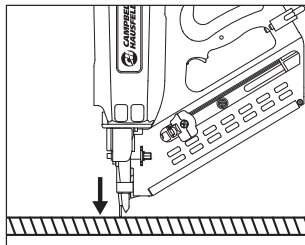

Figure 13
1. Garder les doigts **HORS** de la gâchette. Vérifier la pointe PC en plaçant la buse de l'outil contre une surface solide et en enfonçant la buse comme vous le feriez en usage normal. L'outil **NE DOIT PAS** s'activer (voir la figure 13). À ce stade, l'outil devrait éjecter une petite quantité mesurée de combustible dans la chambre de combustion. Le ventilateur de l'outil devrait démarrer, dispersant tout échappement gazeux.